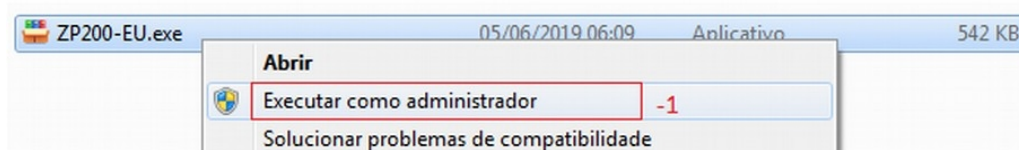

Figura 1
a) Faça o download dos arquivos no site urano <https://www.urano.com.br/software-drivers>. Abra a pasta Windows driver, clique com o botão direito do mouse sobre o aplicativo ZP200-EU.exe e selecione a opção Executar como Administrador (Figura.1).